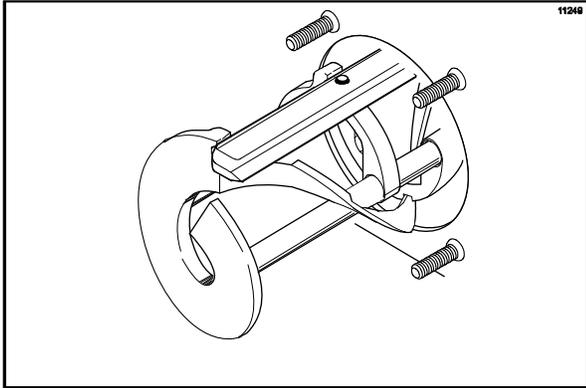

Figura 132
- Sostenga la cuchilla trasera en la batidora e introdúzcala hasta la mitad en el cilindro refrigerante. Instale la cuchilla raspadora delantera sobre el poste de sujeción delantero. (Vea la figura 132).